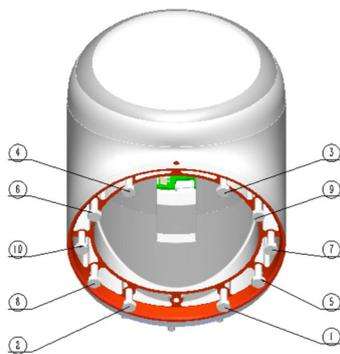

图 3-7：交叉拧紧螺钉
2. 拧入所有的螺钉后，请交叉拧紧（如图 3-7 所示），从位于定位销的螺钉开始拧紧，上紧至正确的扭矩值，有关扭矩值的详细信息请参考第 0 节；